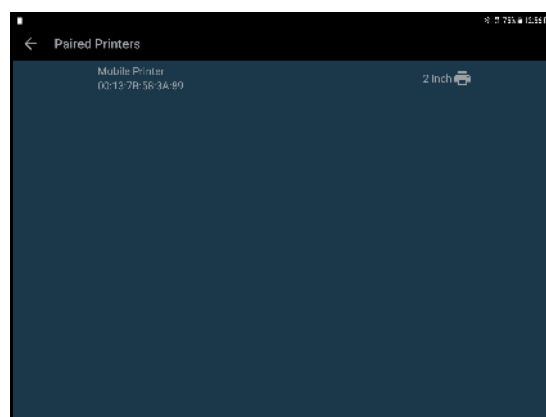

Fig. 2.5 Printeropsætning med Bluetooth
- Vælg den parrede printer på listen (se Fig. 2.5).